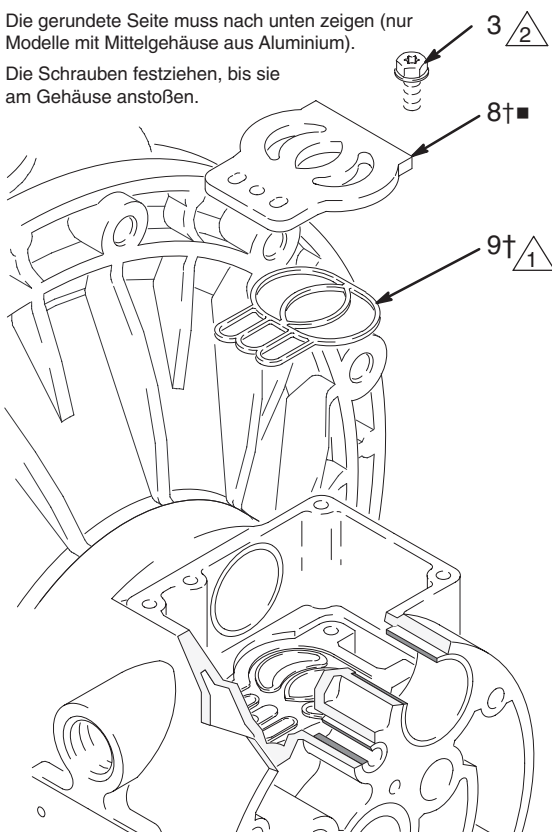

Abb. 9
5. Die Ventilplatte (8■) im eingebauten Zustand inspizieren. Ist sie schadhaft, mit einem Torx-Schraubenzieher (T20) oder einem 7-mm-Steckschlüssel die drei Schrauben (3) ausdrehen. Die Ventilplatte (8■) und, an Modellen mit Mittelgehäuse aus Aluminium, die Dichtung (9†) ausbauen. Siehe Abb. 9.
2. An Modellen mit Mittelgehäuse aus Aluminium die Dichtung der Ventilplatte (9†) in die Nut unten im Ventilhohraum einlegen. Die gerundete Seite der Dichtung **muss nach unten** in die Nut weisen. Siehe Abb. 9.
3. Die Ventilplatte (8■) in die Kammer einbauen. An Modellen mit Mittelgehäuse aus Aluminium ist die Platte umkehrbar, so dass jede Seite nach oben zeigen kann. Die drei Schrauben (3) mit einem Torx-Schraubenzieher (T20) oder einem 7-mm-Steckschlüssel eindrehen. Festziehen, bis die Schrauben am Gehäuse anstoßen. Siehe Abb. 9.